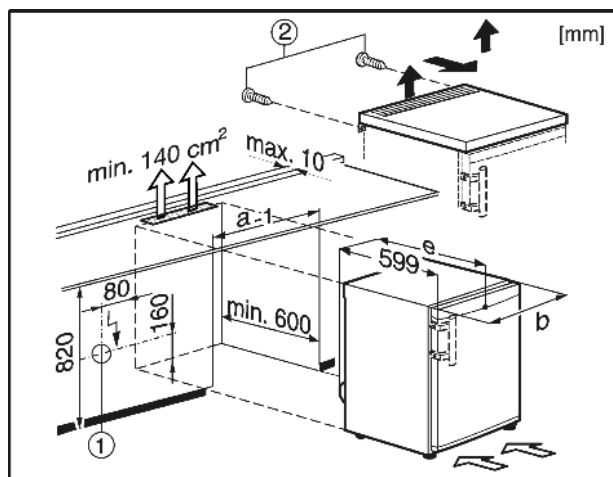

Fig. 9
Zásuvka Fig. 9 (1) musí být na dostupném místě mimo oblast zadní stěny přístroje.
- Vyšroubujte šrouby Fig. 9 (2) na zadní straně.